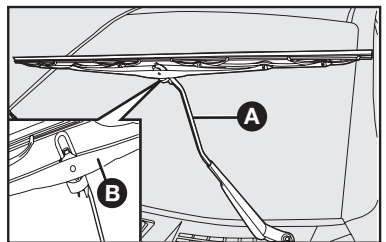

fig. 19
Sustitución de las escobillas del limpiaparabrisas - fig. 19
- 2) Presione la escobilla **B**-fig. 19 y empújela la hacia abajo soltándola del brazo **A**.